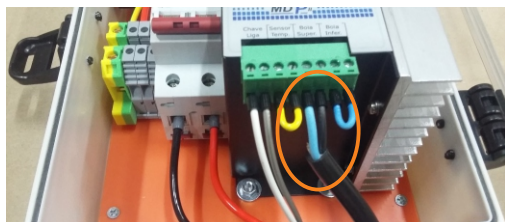

Figura 15: Funcionamento com automático de nível superior (boia elétrica)
- Desconecte o jumper na cor “verde” e conecte os cabos vindos do automático de nível superior aos dois bornes “Boia Super.” do quadro com inversor de frequência FAMAC SOLAR (Figura 15).